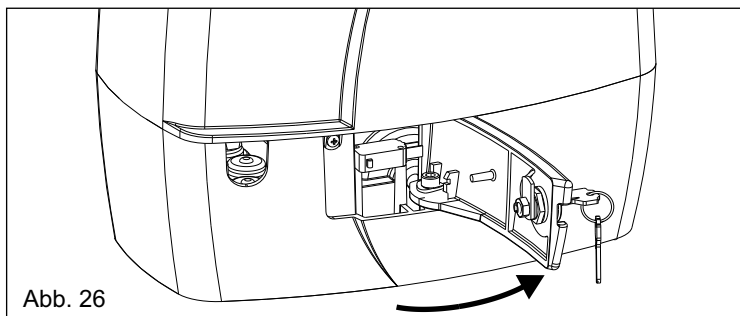

Abb. 26
- Den Entriegelungshebel bis zum Anschlag ziehen, ca. 90° (Abb.26).